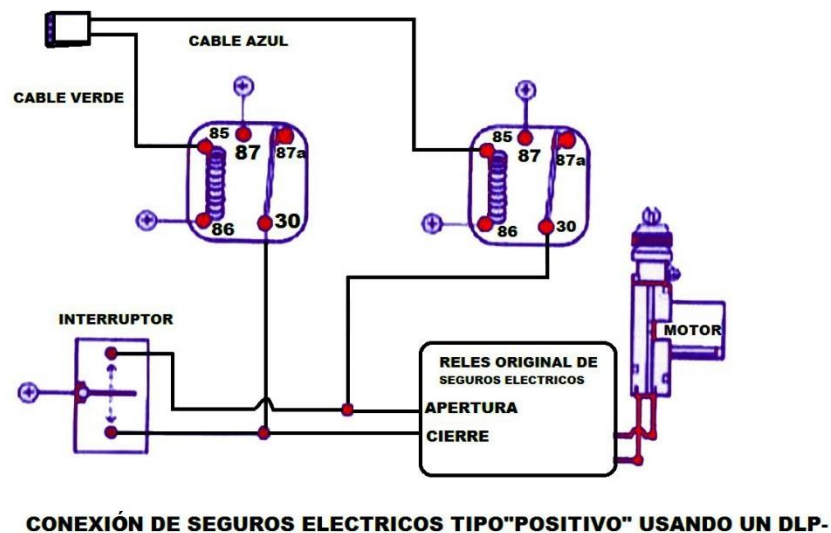

Figura 22: Conexión de seguros eléctricos tipo positivo usando un DLP
- El punto de conexión es entre el interruptor y los relés del vehículo (Figura 22)